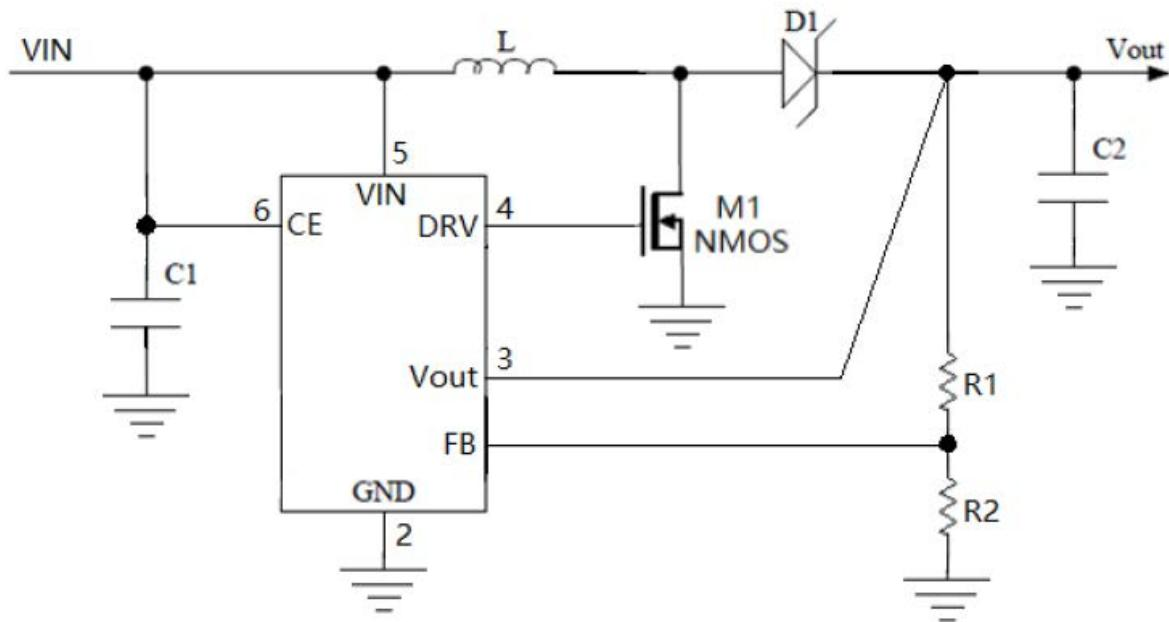

图1 典型应用电路
HM5318的输出电压通过两个外部电阻构成的反馈电阻网络设置，即图1所示电路中的电阻R1和R2。输出电压由下面公式计算：
- R1和R2是图1所示应用电路中的反馈电阻
续流二极管(图1中的D1)的正向导通电压应尽可能低，以提高转换效率。肖特基二极管是一个很好的选择，其击穿电压须高过输出电压。二极管的正向额定电流应大于最大输出电流。